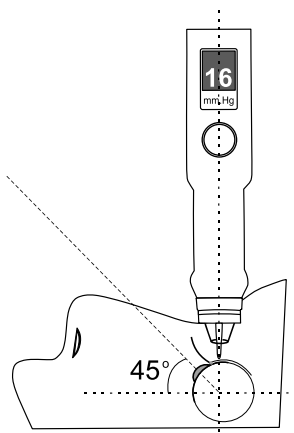

Рисунок 24
• **Перпендикулярность установки штока прибора к поверхности глаза.** Для достижения перпендикулярности установки необходимо совместить ось штока тонометра с геометрическим центром глазного яблока (рис. 24).